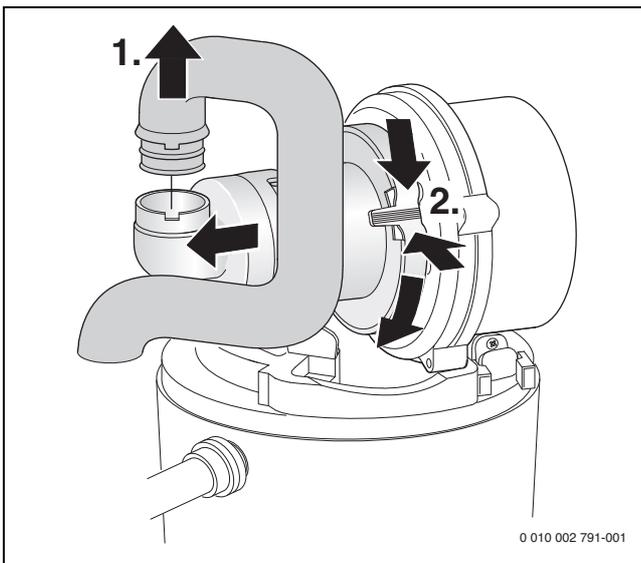

Bild 59 Saugrohr und Mischeinrichtung ausbauen
- ▶ Mischeinrichtung ausbauen (→ Bild 59).